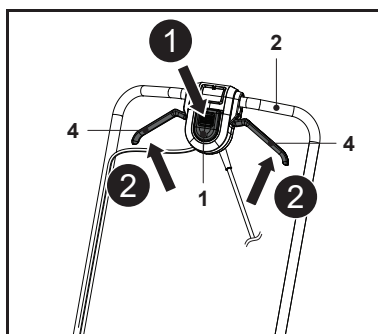

Fig. 15
1. Mantenha-se atrás da pega (2).
2. Mantendo o botão do interruptor de segurança (1) premido, puxe as alavancas de arranque (4) na direção da pega (2) e mantenha-as nessa posição (Fig. 15, passos 1, 2).
3. Após o arranque do corta-relva, liberte o botão do interruptor de segurança (1).